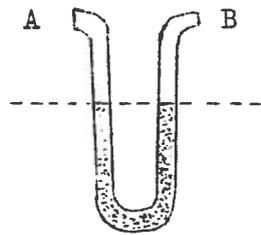

Fig. 1
- Par le principe des vases communicants, le liquide va s'équilibrer (Fig. 1)